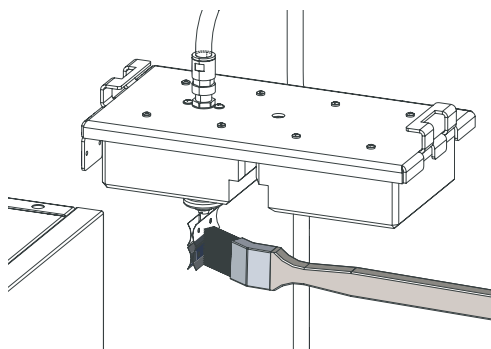

Fig. 67 Pulire l'elettrodo (solo per caldaie a pellet con collettore di polveri elettrostatico)
- ▶ Pulire l'elettrodo con una spazzola (solo per le caldaie a pellet con collettore di polveri elettrostatico) – Fig. 67.